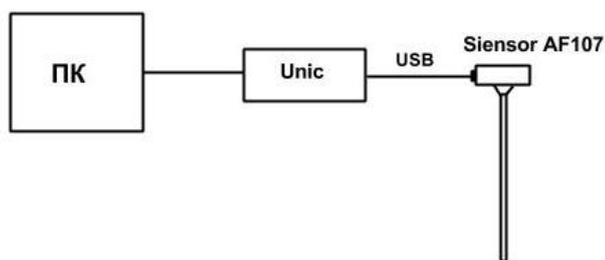

Рис. 4.1 Схема подключения ДУТ Siensor AF107 к ПК
2. Подключите ДУТ к ПК согласно схеме (см. Рис. 4.1).